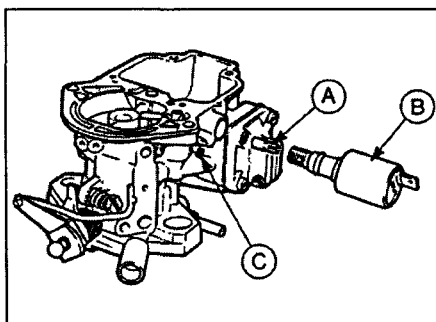

Рис. 3.4 Снятие электромагнитного клапана
- 4 Шестигранником 2 мм отверните винт крепления электромагнитного клапана к нижнему корпусу карбюратора. Снимите клапан с жиклером холостого хода (рис. 3.4).